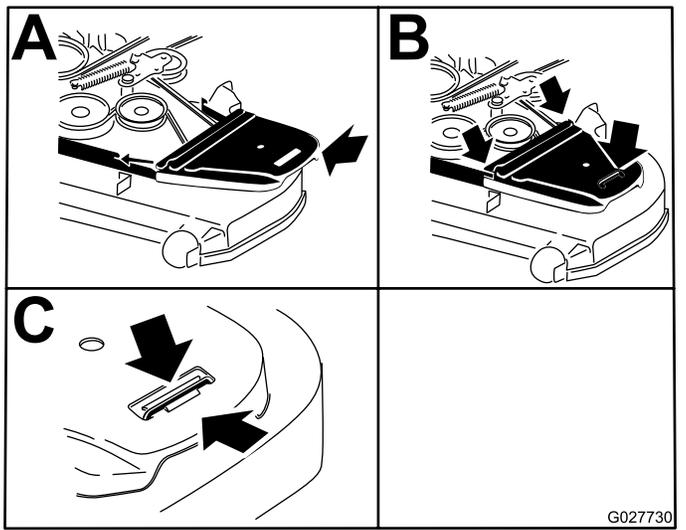

Figura 58
12. Instale las cubiertas de la correa (Figura 58).